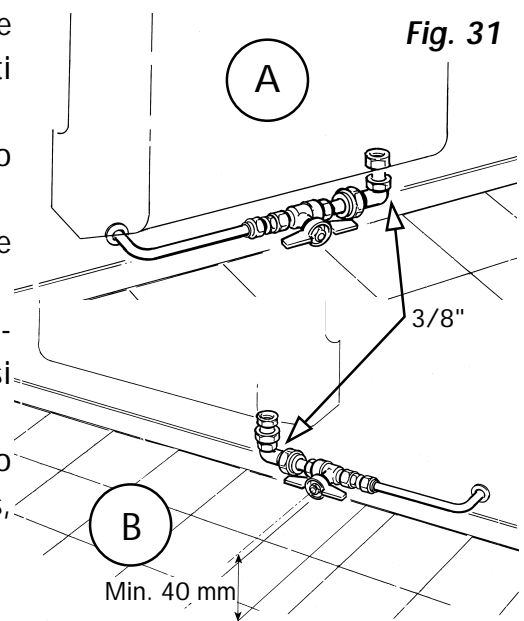

Fig. 31
10.1 Allacciare l'apparecchio alla rete del gas, mediante tubazione rigida con raccordi conformi alle norme vigenti (Fig. 31).